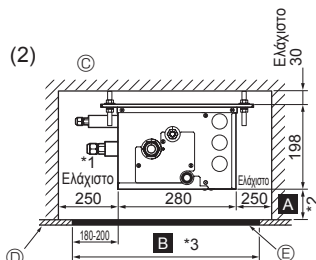
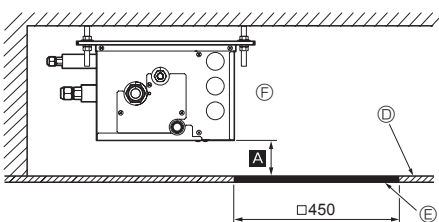

Fig. 4-6
Fig. 4-7
- (2) Πλαϊνή όψη (Fig. 4-6, Fig. 4-7)
Στην περίπτωση που είναι "□ 450" δημιουργήστε μια οπή συντήρησης στην πλευρά της πλακέτας κυκλώματος (όπως φαίνεται στο Fig. 4-7). "Τουλάχιστον 300 mm" απαιτείται ως απόσταση για το **A**.